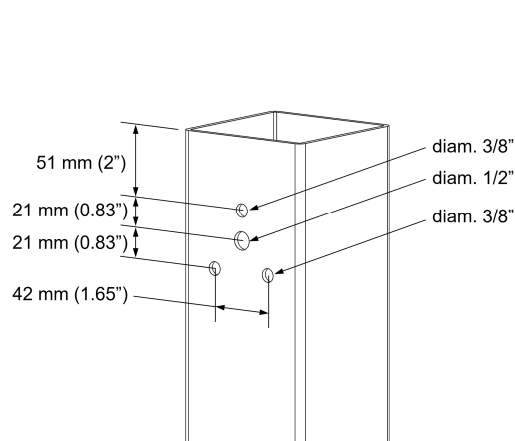

Figura 1
2. Perfore el poste como se muestra en la **figura 1** utilizando un taladro y las brocas adecuadas (no incluidos).